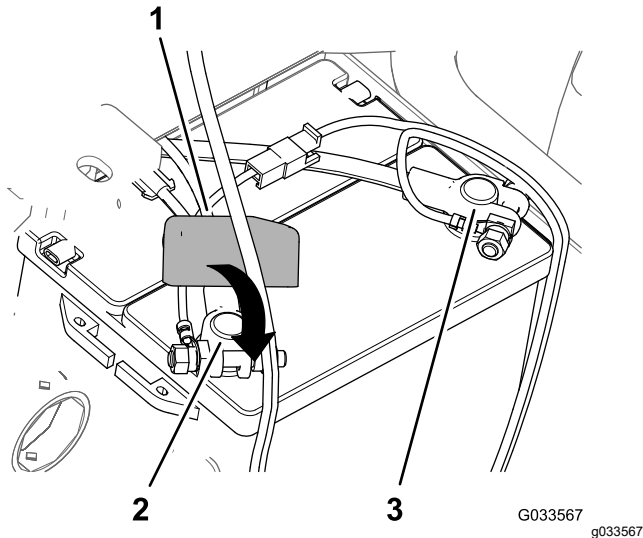

Bild 30
- Schließen Sie das Pluskabel der Batterie am **Pluspol** der Batterie an und ziehen Sie die Klemmmutter mit der Hand an (**Bild 30**).